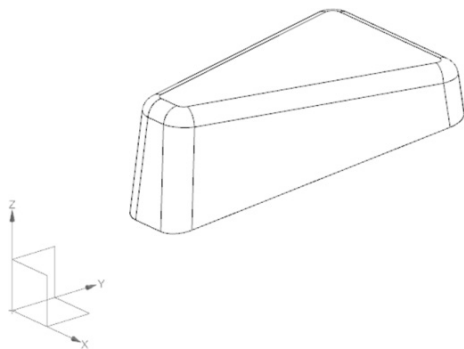
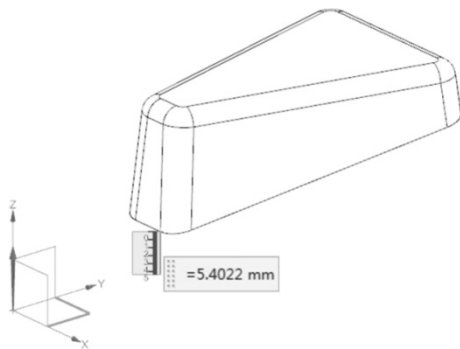

图 13-2 移动零件
图 13-3 测量距离设为 5.4022mm
(2) 选取“菜单 | 编辑 | 特征 | 移除参数”命令, 移除实体参数。
(3) 选取“菜单 | 插入 | 偏置/缩放 | 缩放体”命令, 在【缩放体】对话框中对“类型”选择“均匀”, “比例因子”设为 1.006, 单击“指定点”按钮 , 输入 (0, 0, 0)。
(4) 单击“确定”按钮, 完成对工件进行缩放。
(5) 选取“菜单 | 编辑 | 移动对象”, 在【移动对象】对话框中对“运动”选择“距离”, “指定矢量”选“YC ↑” , 距离设为 40 mm。
(6) 单击“确定”按钮, 零件移动后如图 13-2 所示。
(7) 选取“菜单 | 分析 | 测量距离”命令, 在【测量距离】对话框中对“类型”选取“投影距离”, “指定矢量”选取“ZC ↑”选项 。
(8) “起点”选取 XOY 平面, “终点”选取零件口部的最低点, 测量距离设为 5.4022mm, 如图 13-3 所示。